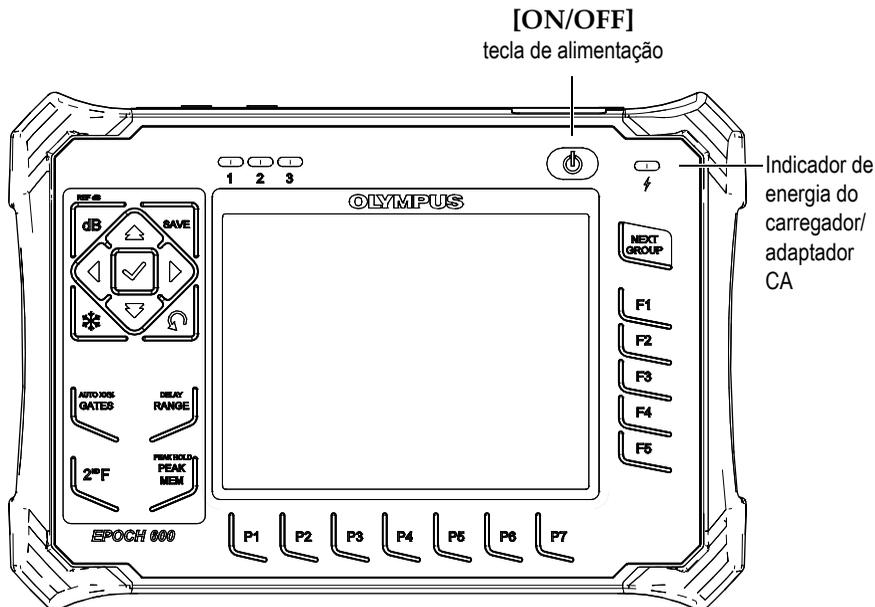

Figura 4-1 Localização da tecla de energia e do indicador do EPOCH 600
Figura 4-1 na página 74 exibe a localização da tecla de alimentação e a luz indicadora de alimentação do carregador/adaptador CA.
4. Para ligar o EPOCH 600 pressione a tecla de alimentação do painel frontal (veja Figura 4-1 na página 74).
Indicador de energia do painel frontal ativado (veja Figura 4-1 na página 74).